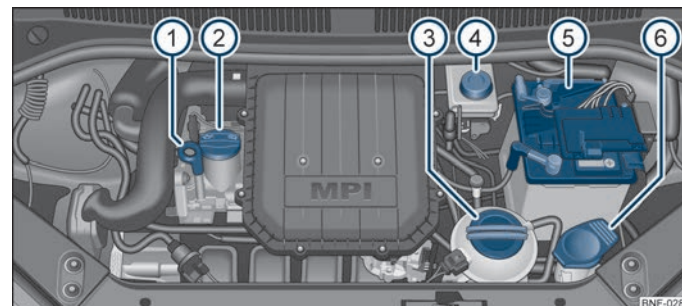

Fig. 92 1,0-liters MPI-benzinmotor med 75 hk (55 kW)
- Skru dækslet af påfyldningsåbningen til motorolie ② ⇒ Fig. 92.
Kølevæskebeholderen er placeret i motorrummet ③ ⇒ Fig. 92.